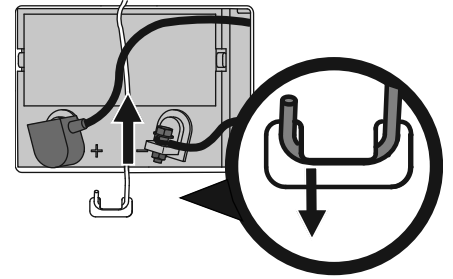

Figure 14
1. Sur l'aide à droite, appuyez sur la tige de retenue en poussant et en sortant l'extrémité courbée de la languette. Faites pivoter la tige de retenue de la batterie vers le haut et retirez la batterie. Voir Figure 14.